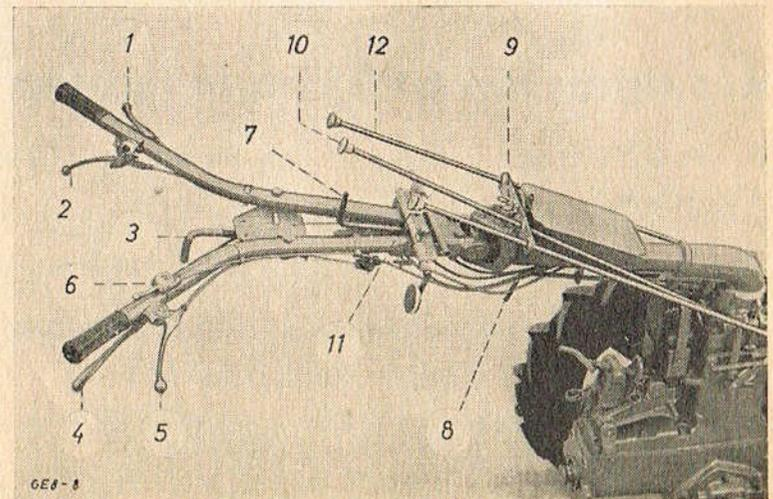

Bild 5 Das Schwenken der Holme
Nach Ziehen der Zugstange (8) (Bild 5) kann der Hauptholm um 180° im Uhrzeigersinn geschwenkt und festgelegt werden. Die Schaltstangen werden nach hinten gelegt. Dabei ist zu beachten, daß beide Schalthebel (10) und (11) auf gleicher Höhe stehen. Das Splintloch der Schaltstangen muß nach innen zeigen. Schaltstangenlager wieder in die Befestigungsplatte einhängen. Flügelmutter fest anziehen. Beim Schwenken des Holms rastet die Schnellgang Sperre automatisch ein. Der Schnellgang kann jetzt nicht mehr geschaltet werden. **Diese sinnreiche Einrichtung dient Ihrer Sicherheit.**